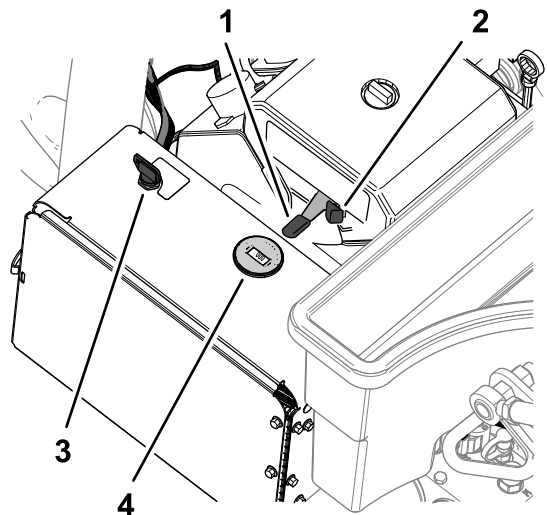

Figura 77
- Utilice el estérter (Figura 77) del siguiente modo: